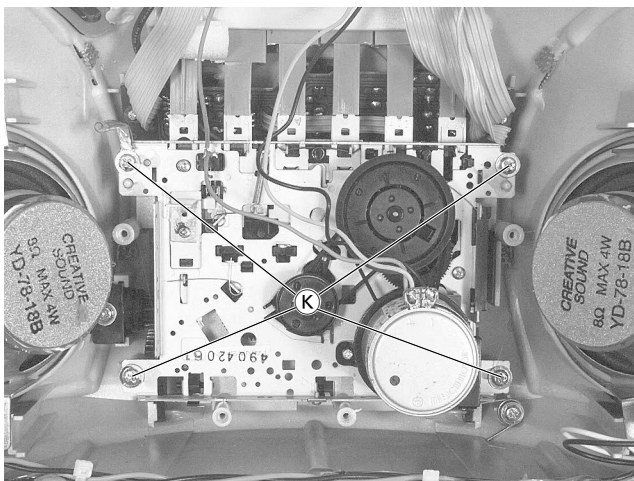

Fig. 9
- 4 Schrauben ② (Fig. 9) herausschrauben.
- Undo 4 screws ② (Fig. 9).